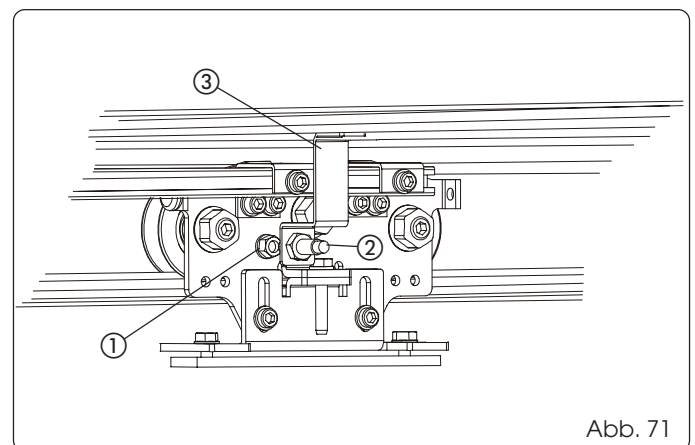

Abb. 71
- Den Magnet auf den Schlitten aufschrauben, der dem Schließanschlag am nächsten liegt, und hierzu die Gewindebohrung auf dem Schlitten verwenden (Abb. 71 Bez. ①).
- Den Sensor mit dem Bügel zusammenbauen (Abb. 71 Bez. ②) und hierzu die entsprechenden Kunststoffmuttern verwenden. Zwei Gewindeplättchen in die Aufnahmen des Stützprofils einsetzen und den Bügel unter Verwendung der entsprechenden Schrauben montieren (Abb. 71 Bez. ③). Sicherstellen, dass sich der Sensor bei geschlossenem Flügel am Magnet befindet.
- Den Magnet auf den innersten Schlitten des rechten Flügels aufschrauben und hierzu die Gewindebohrung auf dem Schlitten verwenden (Abb. 71 Bez. ①).